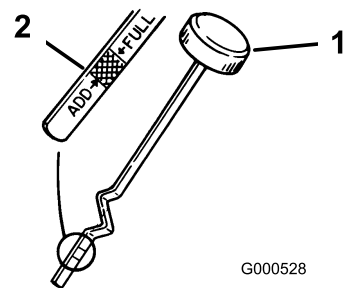

Figura 35
3. Desenrosque la varilla de aceite y limpie el extremo (Figura 35).